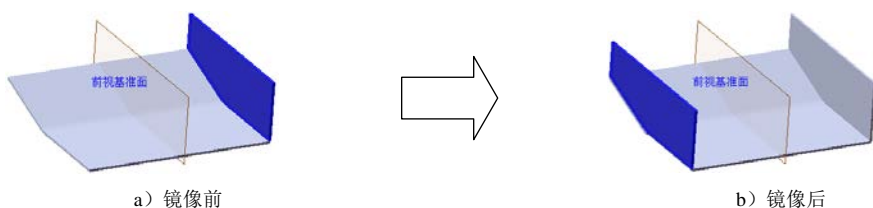

图 9.15 镜像 1
Step4. 创建图 9.15 所示的镜像 1。
(1) 选择命令。选择下拉菜单 **插入(I)** → **阵列/镜向(M)** → **镜向(M)...** 命令。
(2) 定义镜像基准面。选取前视基准面作为镜像基准面。
(3) 定义镜像对象。选择边线法兰 1 作为镜像 1 的对象。
(4) 单击  按钮, 完成镜像 1 的创建。